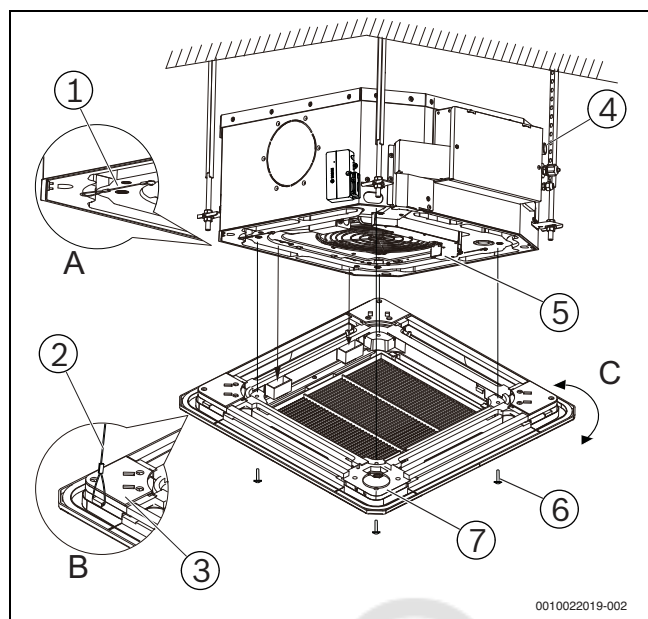

Рис. 18
Производите операции в соответствии с направлением стрелок, показанных на рис. 18, иначе панель нельзя будет демонтировать при необходимости.
- При монтаже закрепите два стальных троса на зацепках, расположенных на панели (→ рис. 18, «А» и «В»).
- Установите и закрепите панель на корпусе блока с помощью болтов (M5×20) и шайб (→ рис. 18). Обратите внимание на то, что монтажная крышка двигателя поворота должна опускаться в соответствующий дренажный поддон.
6. Слегка отрегулируйте положение панели в направлении, указанном стрелкой (→ рис. 18, «С»), чтобы ее центр совпал с центром отверстия в потолке. Убедитесь, что все четыре защепки зафиксированы надежно.